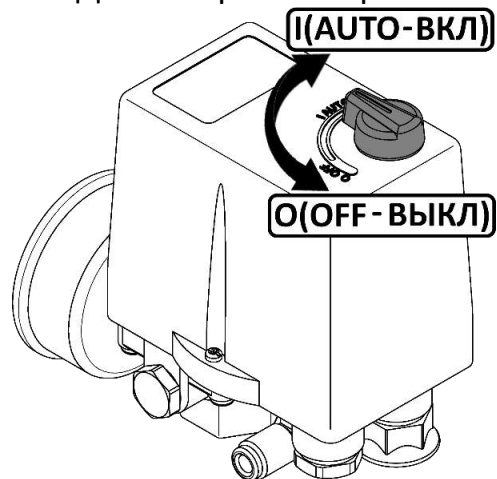

Рисунок 2
- Проверьте, чтобы выключатель на реле давления находился в выключенном положении "O" (рисунок 2).
- 1 Выключить компрессор выключателем на прессостате. Для этого необходимо переключить выключатель в положение "OFF" (см. рисунок 2). После этого остановится электродвигатель и произойдет сброс давления из нагнетательного воздухопровода, охладителя и компрессорного блока.
7.2.2 При нарушении питания электрической сети, а также при работе с ПВ более 60% возможно автоматическое срабатывание защиты двигателя. Для пуска компрессора после срабатывания защиты выполните следующие действия: после того, как двигатель остынет до допустимой температуры, переключите выключатель на прессостате в положение "OFF" (см. рисунок 2), а затем включите компрессор переключив выключатель в положение "AUTO".